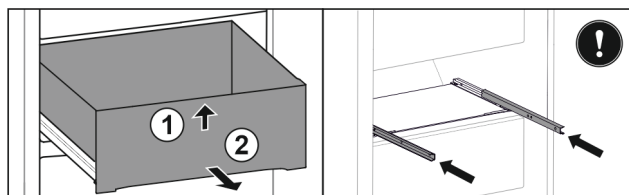

Fig. 98
- ▶ Ridicați sertarul în față. Fig. 98 (1)
- ▶ Extrageți sertarul spre înainte. Fig. 98 (2)